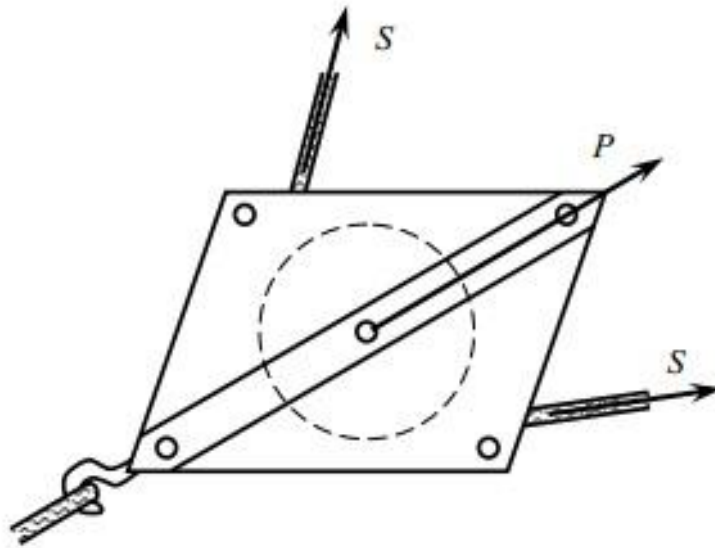

Рисунок4 - Расчётная схема отводного блока.
24. Рассчитать и подобрать отводной блок для грузового каната с натяжением $S = 55 \text{ кН}$ и углом охватаролика блока $\alpha = 60^\circ$ (рис. 4).